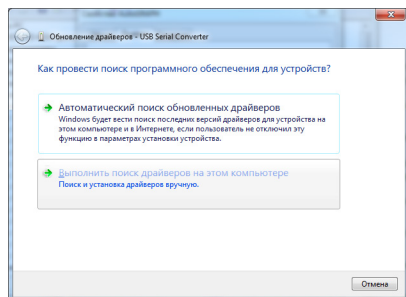

Рис.2.Ручная установка драйверов.
4.Выберите пункт «Выполнить поиск драйверов на этом компьютере» (Рис.2).